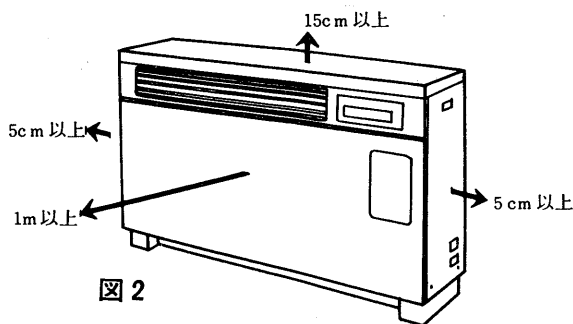

図2
(2) 壁穴位置
- (I) 本体からは図2に示す寸法内には何も無い位置を選びます。また点検用，サービス用空間をあけるとともに，ガスの元栓を開閉できるような空間をあけておきます。